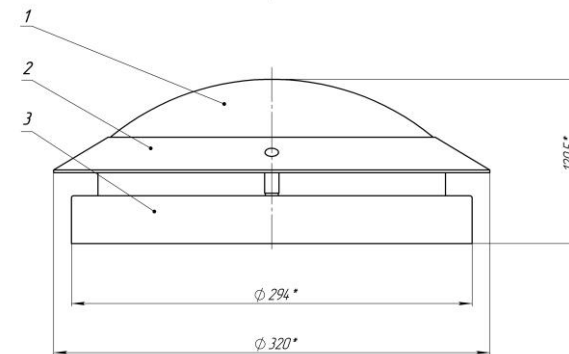

Рис. 1. Габаритные размеры светильников
5.2 Для установки светильника на монтажную поверхность необходимо отсоединить рассеиватель 1 и крышку 2 от основания 3 [Рисунок 1], открутив три винта М4 с внутренним шестигранником.